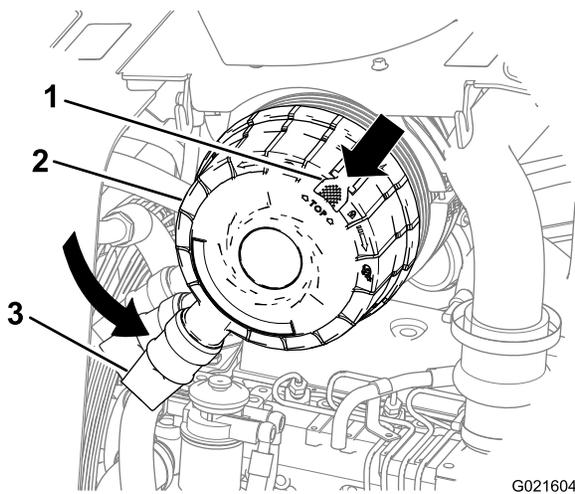

Figura 48
3. Gire la tapa del limpiador en sentido antihorario hasta que el tapón guardapolvo esté en la posición de las 7 (Figura 48).